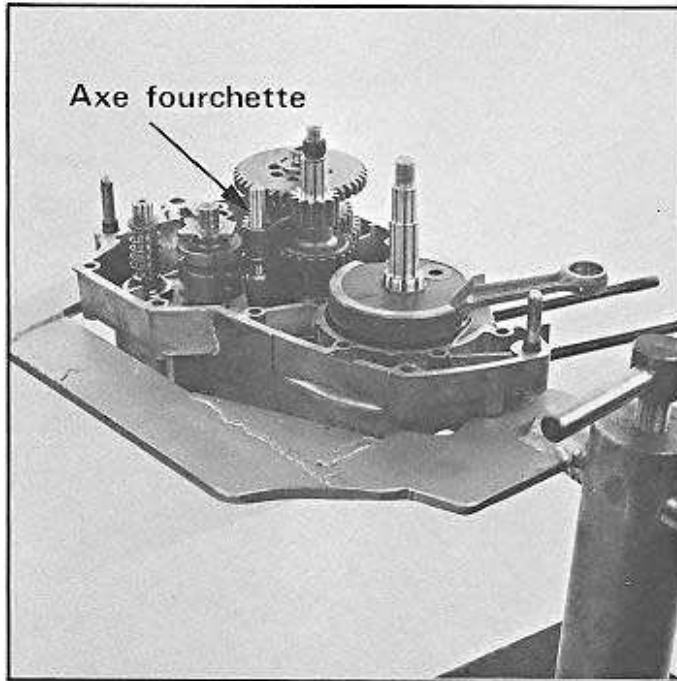

Fig. 45
- Retirer l'axe des fourchettes (fig. 45), puis sortir tout l'ensemble des pignons primaire et secondaire avec fourchettes et baladeurs.